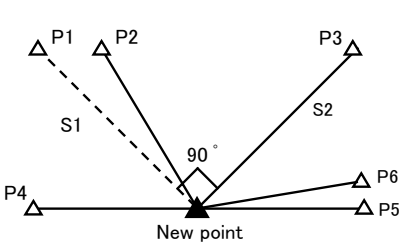

图 1
如图 1 所示, 可以选择已知点 P1 和 P3 进行后方交会建站。
- 1) 当选择图 1 中 P1 和 P2 作为已知点建站时, 夹角太小, 精度会降低;
- 2) 当选择图 1 中 P4 和 P6 作为已知点建站时, 夹角太大, 精度会降低;